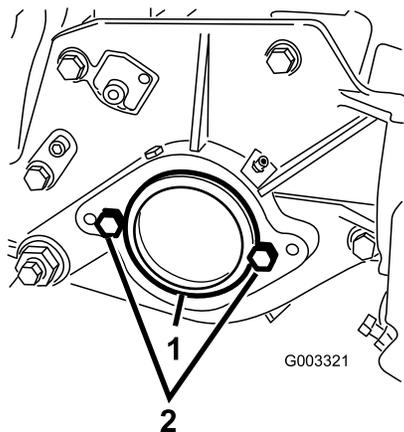

図7
3. カッティングユニット右側のベアリングハウジングについているプラスチック製のプラグを外す(図7)。
4. 右側サイドプレートから、ボルト2本を外す(図7)。
6. カッティングユニットの左サイドプレートにリールモータ取り付け用のボルト2本を取り付ける(図7)。